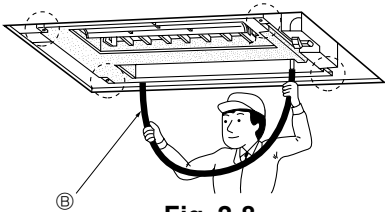

Fig. 2-8
- Vérifier si les quatre coins sont à niveau, à l'aide d'un niveau ou d'un tuyau en plastique transparent contenant de l'eau. (Fig. 2-8)